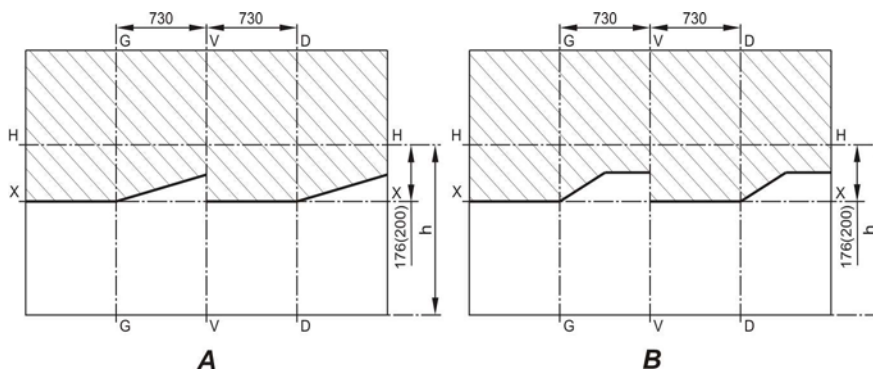

Рис. 8.7. Разметка экрана для регулировки фар:
- установить ненагруженный автомобиль на ровную горизонтальную площадку на расстоянии 10 м от экрана (рис. 8.7);
У отрегулированных фар горизонтальный участок светотеневой границы должен совместиться с линией X – X (рис. 8.7А, 8.7В), наклонные участки светотеневой границы должны соответствовать рис. 8.7А (с маркировкой на рассеивателе «AL») и рис. 8.7В (с маркировкой на рассеивателе «ОСВАР»), а точки пересечения горизонтального и наклонного участков светотеневой границы – с линиями G – G и D – D.